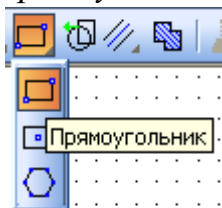

Рисунок 2.11 – Выбор инструмента Прямоугольник
1. Активизируйте пиктограмму *Прямоугольник* (рисунок 2.11).